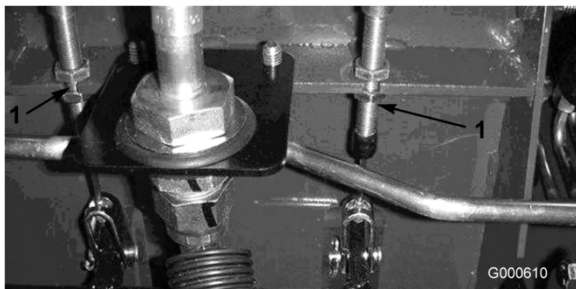

Figura 52
- A. Allentate il dado anteriore sull’estremità filettata del cavo del freno (Figura 52).